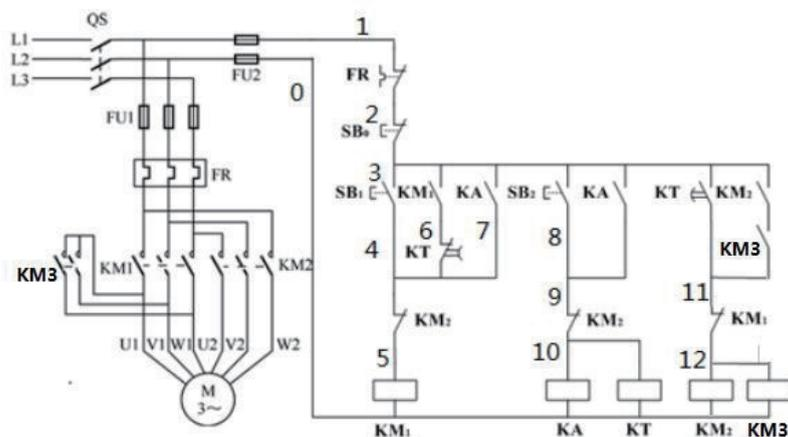

图 3-15 系统的设计与制作参考图
(1) 任务描述
某系统由3台电动机M1、M2和M3拖动，拖动要求①M1先启动，经过10s后M2启动，M1立即停止；②M2启动15s后，M3启动，M2立即停止。电动机型号为Y-112M-4，4KW、380V、△接法、8.8A、1440r/min，请按要求完成该部分电气系统的设计、安装、接线、调试与功能演示，（现场提供的电路原理图进行安装如下图3-15所示）。
有一台机械设备需要采用△/YY接法的双速异步电动机拖动，需要采用分级启动控制，①分别用两个按钮操作电动机的高速启动和低速启动，用一个总停按钮操作电动机的停止。②启动高速时，应先接成低速然后经延时后再换接到高速。③应有短路保护与过载保护。提供的电路原理图如下图。请按要求完成系统设计、系统安装、接线、调试与功能演示，（现场提供的电路原理图进行安装如下图3-15所示）。